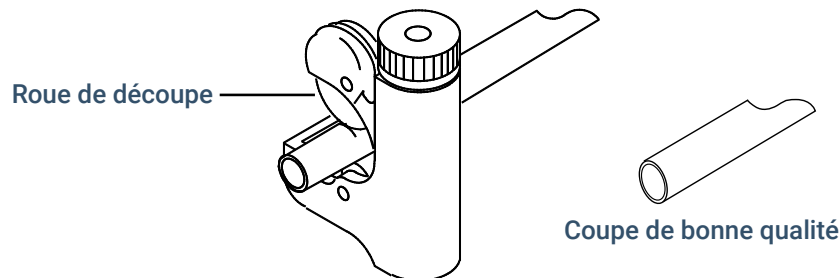

Figure 8. Coupe-tube classique
2. Coupez le tube à la longueur souhaitée à l'aide d'un coupe-tube Swagelok. Reportez-vous à la **Figure 8**.